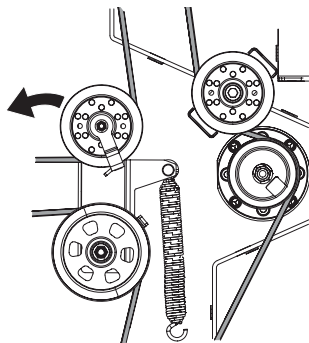

Figura 47
9. Tire del lado derecho de la correa de la PTO hacia atrás y coloque el lado "V" angosto de la correa de la PTO en la polea de la PTO (Figura 47).